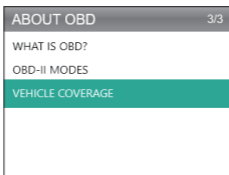

図 9.1.2
2. [OBD について] を選択し (図 9.1.2 を参照) 、[OK] を押します。OBD とは何かを含む 3 つの選択肢が表示されます。(一般的な OBD 情報、OBDII モード、車両カバレッジ、サポートするモデルなど)。